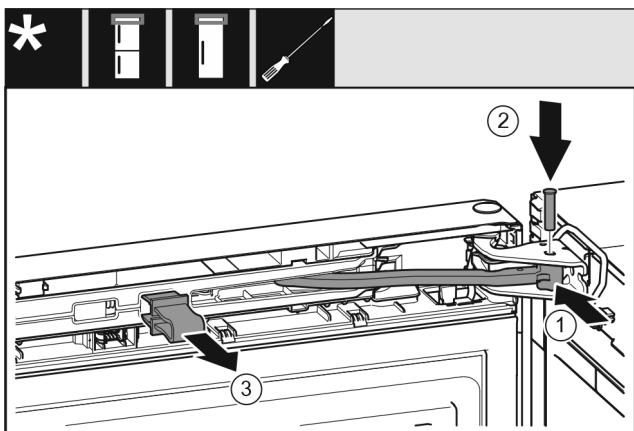

Fig. 50
- Okrenite zglob u podlošku ležaja. Fig. 50 (1)
- Umetnite svornjak u podložak ležaja i zglob. Pritom pazite da ispuštenje za blokiranje ispravno dosjedne u utor. Fig. 50 (2)
- Skinite osigurač. Fig. 50 (3)